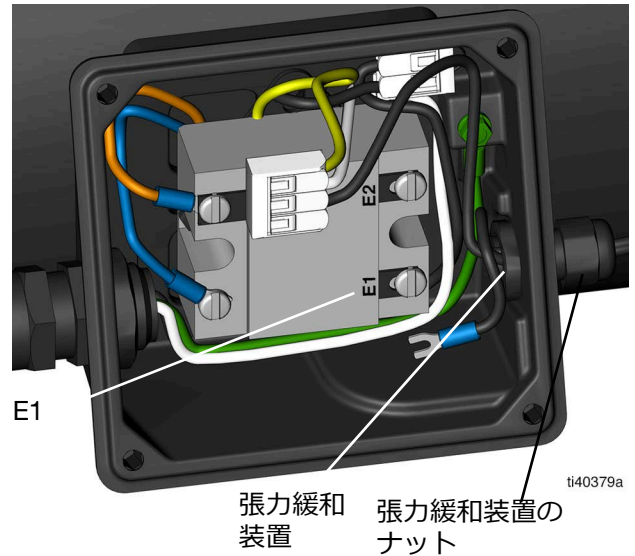

図 20
4. 張力緩和装置のナットをレンチで締めます (図 20)。
5. フォーク コネクタを圧カスイッチワイヤーの 1 つに圧着します (図 20)。
7. 2 本目のワイヤーは、黄色と白色のケーブルが入ったコネクタに再挿入します (図 20)。